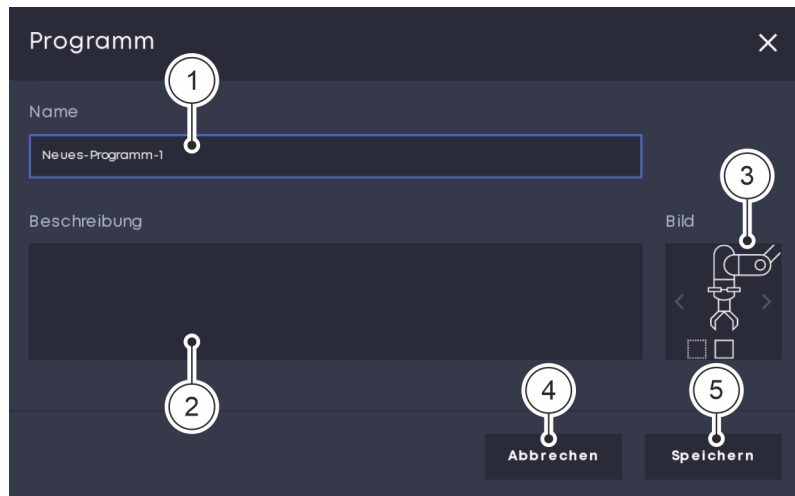

Abb. 26 Neues Programm erstellen
- ▶ Das Menü in Abb. 26 öffnet sich.
02. In den Feldern „Name“ und „Beschreibung“ den gewünschten Namen sowie die Beschreibung der Programmfunktion eingeben Abb. 26 / (1) + (2).
03. Im Feld „Bild“ das gewünschte Programmsymbol durch Klicken auf die Pfeile auswählen Abb. 26 / (3).
04. Auf die Schaltfläche „Speichern“ klicken, um das Programm zu erstellen Abb. 26 / (5).
Anderenfalls auf die Schaltfläche „Abbrechen“ klicken, um zum Hauptbildschirm zurückzukehren Abb. 26 / (4).